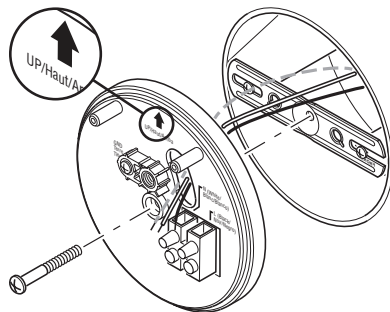

Figure 3
3. Acheminez les fils de la boîte de jonction à travers le trou de la plaque de montage (voir la Figure 3).
4. Placez la plaque de montage contre la boîte de jonction (voir la Figure 3).
5. Insérez le petit boulon de fixation à travers le trou de la plaque de montage situé en-dessous du trou taraudé. Vissez ce boulon dans le trou central du support de montage (voir la Figure 3). Serrez solidement le boulon.